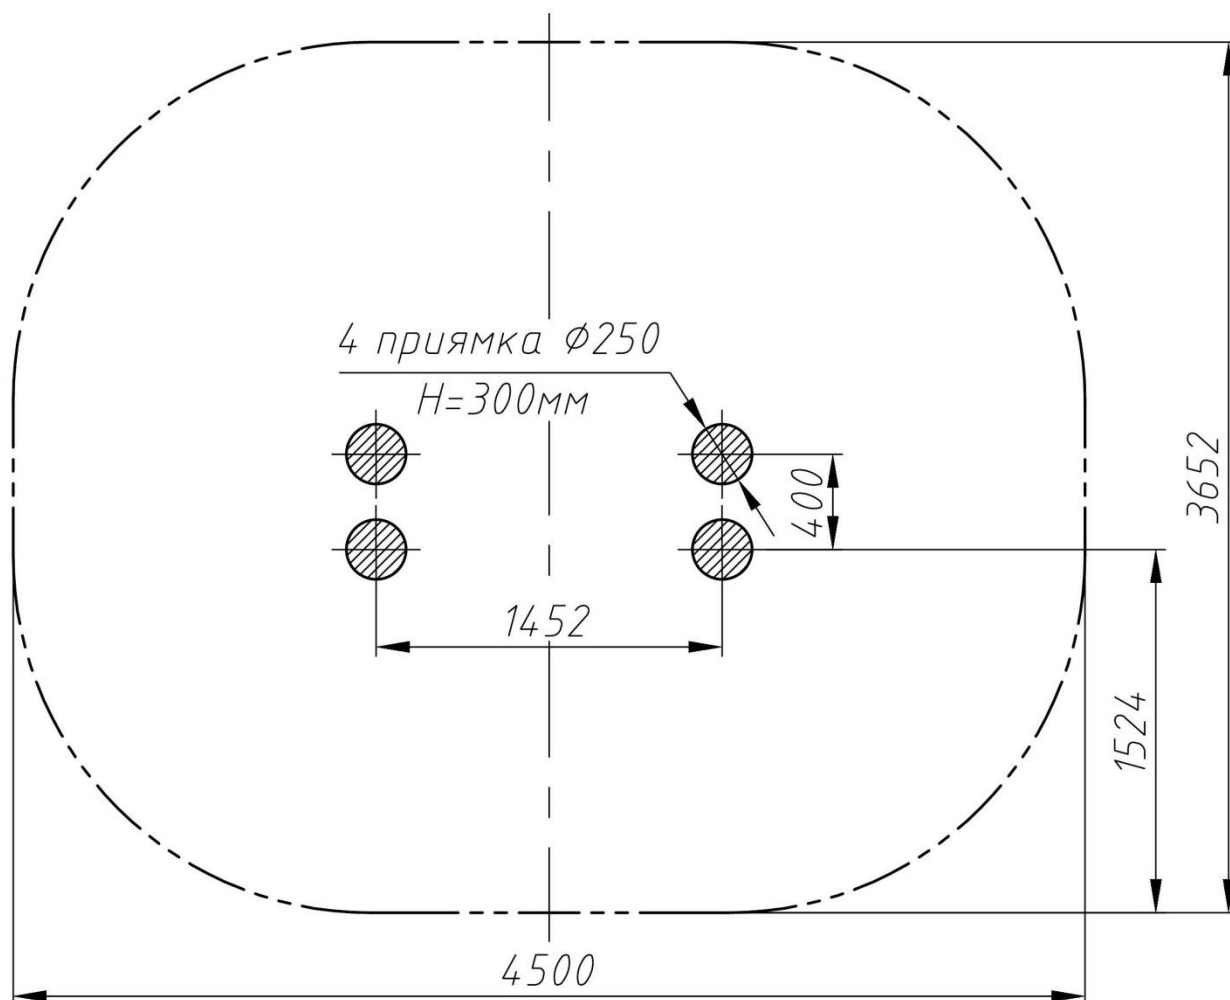

Fig. 3 – Planul fundației băncii PTP 047
12.5. Banca se introduce în gropile de fundație pregătite anterior, se nivelează cu nivela astfel încât locul de așezare să fie perfect orizontal, înălțimea locului de așezare față de suprafața terenului fiind de 450 mm, apoi se betonează picioarele băncii. Gropile de fundație se execută conform planului fundației (Fig. 3).